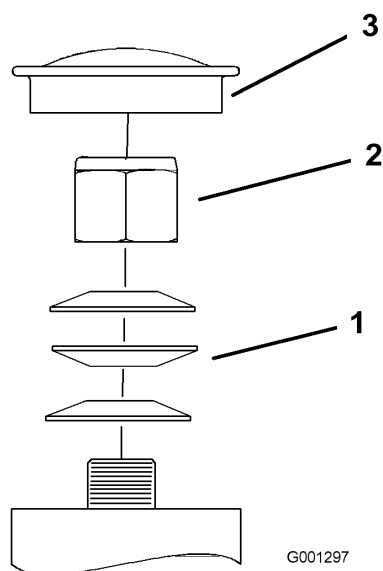

Figura 49
3. Retire el tapón anti-polvo de la rueda giratoria y apriete la contratuerca (Figura 49).
4. Apriete la contratuerca hasta que las arandelas de muelle estén planas, luego afloje 1/4 de vuelta para establecer la pre-carga correcta de los cojinetes (Figura 49).
Importante: Asegúrese de que las arandelas de muelle están correctamente instaladas, según muestra Figura 49.
5. Coloque el tapón anti-polvo (Figura 49).